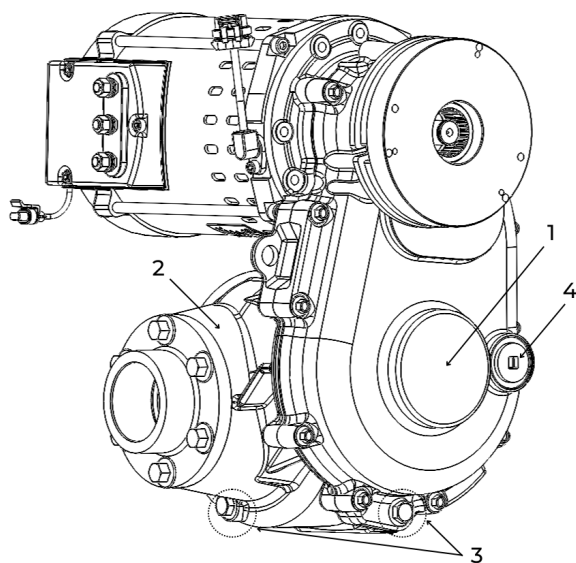

Figure 46. Bouchons de vidange.
1. Nettoyer tous les composants du système de freinage (voir figure 46) et les examiner pour décèler toute trace de corrosion ou de dommage.
2. Lubrifier les roulements à bride (1) à l'aide d'un lubrifiant en aérosol.
3. Vérifier le niveau de liquide de frein dans le maître-cylindre (1). Recharger-le avec du liquide de frein DOT-3 si nécessaire.